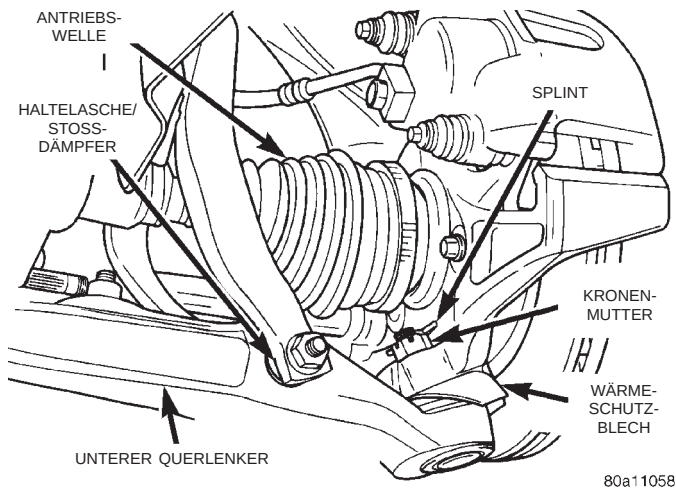
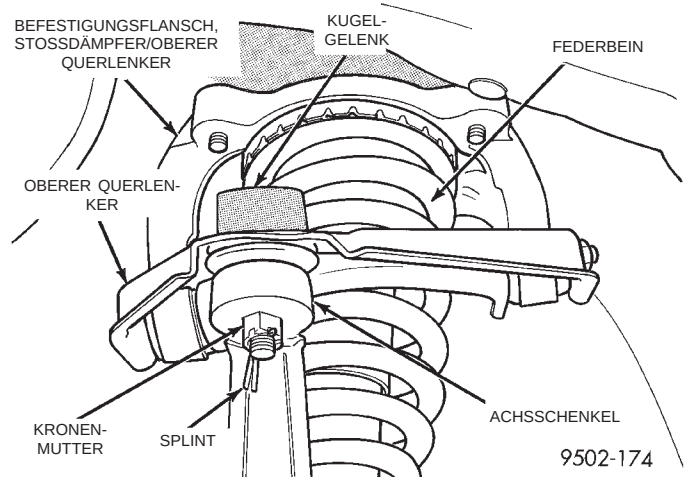

Abb. 47 Befestigung des unteren Kugelgelenks am Achsschenkel
Abb. 50 Befestigung des oberen Kugelgelenks am Achsschenkel
- (12) Splint und Kronenmutter (Abb. 47) vom Gewindebolzen des unteren Kugelgelenks am Achsschenkel abbauen.
(16) Splint und Kronenmutter (Abb. 50) vom Gewindebolzen des oberen Kugelgelenks am Achsschenkel abbauen.
(1) Falls erforderlich, eine Radnabe in den Achsschenkel einbauen, bevor der Achsschenkel am Fahrzeug montiert wird. Arbeitsanleitungen und weitere Informationen hierzu siehe Abschnitt "Radnabe/Radlager" in diesem Kapitel.
(2) Wärmeschutzblech für die Dichtung des unteren Kugelgelenks einbauen, bevor mit der Montage des Achsschenkels am Fahrzeug begonnen wird.
(3) Antriebswelle in Radnabe schieben. Dann den Achsschenkel auf dem Kugelgelenk des unteren Querlenkers montieren.
(4) Kronenmutter auf den Gewindebolzen des Kugelgelenks montieren.
(5) Gewindebolzen des oberen Kugelgelenks in den Achsschenkel einbauen. Die Kronenmutter auf den Gewindebolzen aufschrauben. Die Kronenmutter des oberen Kugelgelenks (Abb. 50) mit einem Anzugsmoment von 54 N·m (40 ft. lbs.) festziehen. Dann die Kronenmutter des unteren Kugelgelenks (Abb. 47) mit einem Hahnenfuß-Schlüssel und Drehmoment-schlüssel mit einem Anzugsmoment von 75 N·m (55 ft. lbs.) festziehen. Die Splinte an beiden Kugelgelenken einbauen.